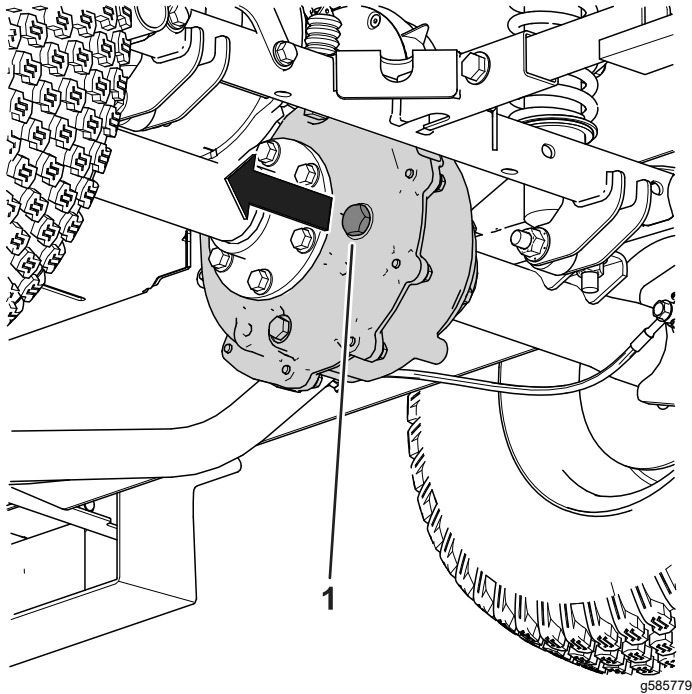

Figure 53
1. Enlevez le bouchon de remplissage de la boîte-pont (Figure 53).
2. Si le niveau de liquide est trop bas, enlevez le bouchon de remplissage et ajoutez le liquide spécifié [indiqué sous Vidange du liquide de la boîte-pont (page 49)] jusqu'à ce qu'il ressorte par l'orifice (Figure 53).